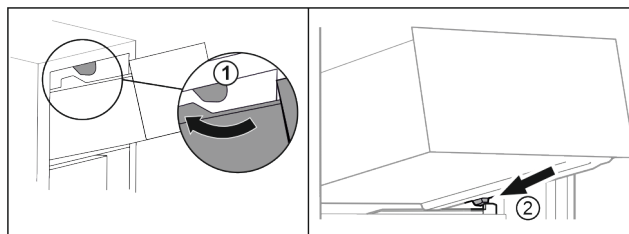

Fig. 16
- ▶ Poprowadzić szufladę wokół górnego stopera Fig. 16 (1).
- ▶ Założyć szufladę pod skosem za dolnymi stoperami na zębro pojemnika Fig. 16 (2).